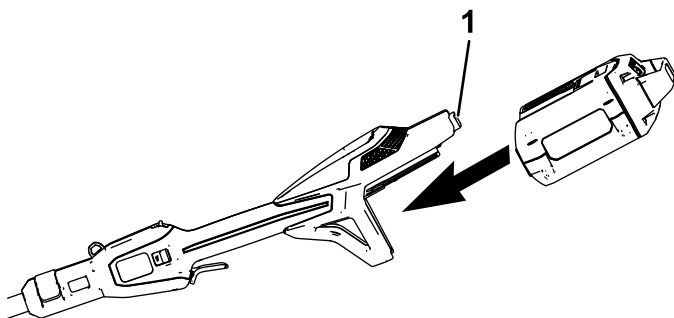

Figure 7
2. Alignez le creux de la batterie sur la languette de la tête motrice (Figure 7).
3. Poussez la batterie dans la tête motrice jusqu'à ce qu'elle s'enclenche dans le verrou (Figure 7).